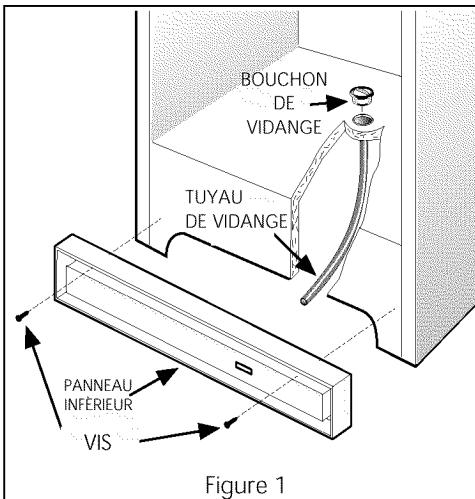

Figure 1
- Enlevez le panneau inférieur (certains modèles) en dévissant les deux vis de l'avant du panneau (figure 1).
- **Sur les modèles verticaux** avec vidange de l'eau de dégivrage (figure 1), enlevez le bouchon de vidange au fond du congélateur en le tirant vers vous. Le tuyau de vidange est situé près du centre gauche sous le congélateur, derrière le panneau inférieur. Placez un plat creux sous le tuyau de vidange. L'eau du dégivrage va s'écouler. Vérifiez de temps à autre que l'eau ne déborde pas. Remettez le bouchon en place lorsque dégivrage et nettoyage sont terminés. Si la vidange est restée ouverte, de l'air chaud peut entrer dans le congélateur.